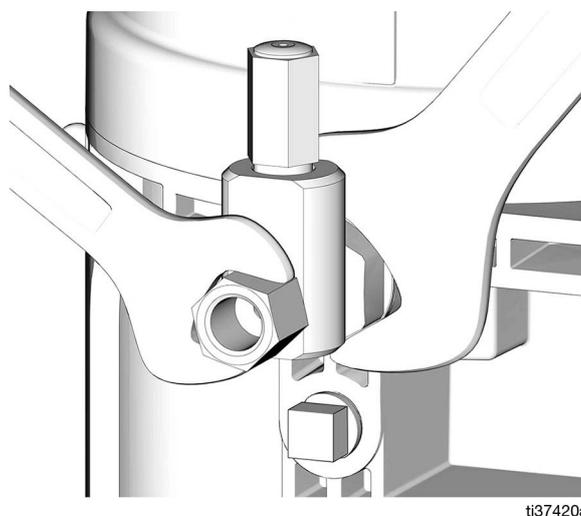

FIG. 23
- Afloje el accesorio de conexión del elemento de la bomba (FIG. 23).